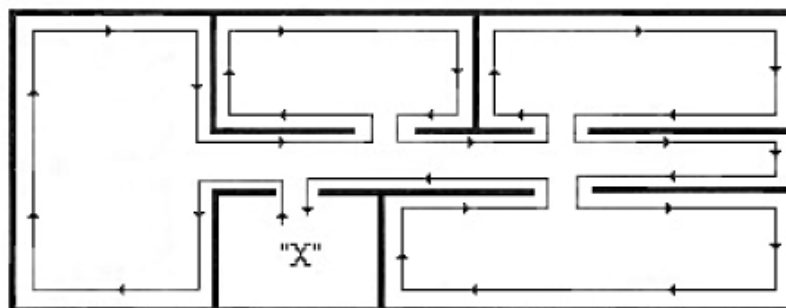

FIG. 5
b) Débuter les travaux en partant du point le plus rapproché de l'appareil "X", côté gauche ou droit. Continuer les travaux en vous éloignant et en ajoutant au fur et à mesure les longueurs de boyaux nécessaires. Lorsque le point le plus éloigné sera atteint, travailler en revenant vers l'appareil et enlever les longueurs de boyaux excédentaires au fur et à mesure. En suivant cette méthode, les boyaux ne gêneront pas. (Voir FIG. 5)
b) Comenzar los trabajos yendo del punto más acercado del aparato 'X', de la parte de la izquierda o derecho. Seguir los trabajos al alejarse usted y al añadir al fur y tiene medida las longitudes de tripas necesarias. Cuando el punto más distante se alcance, trabajar al volver de nuevo hacia el aparato y retirar las longitudes de tripas excedentarias al fur y tiene medida. Al seguir este método, las tripas no obstruirán no (véase FIG. 5)